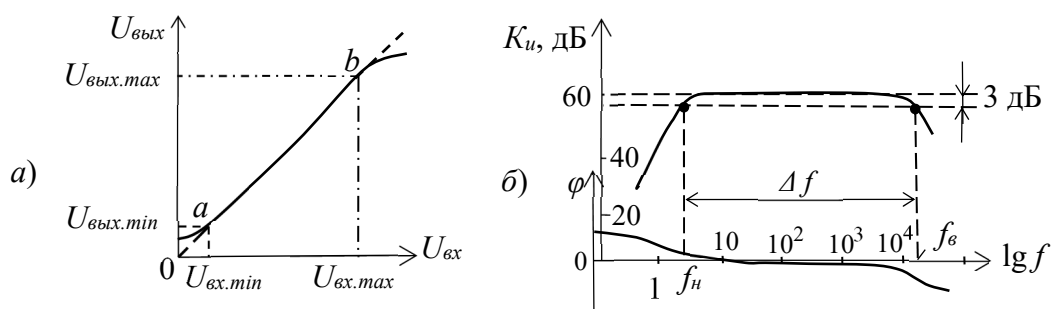
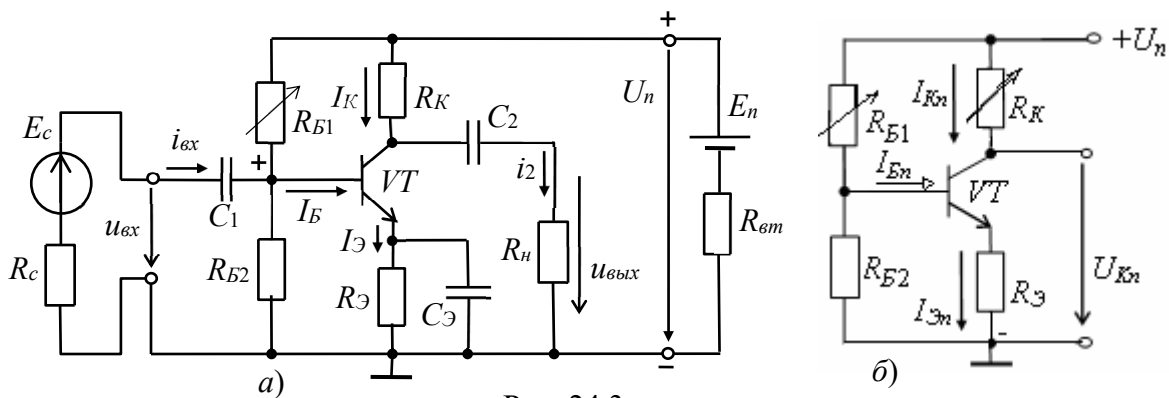
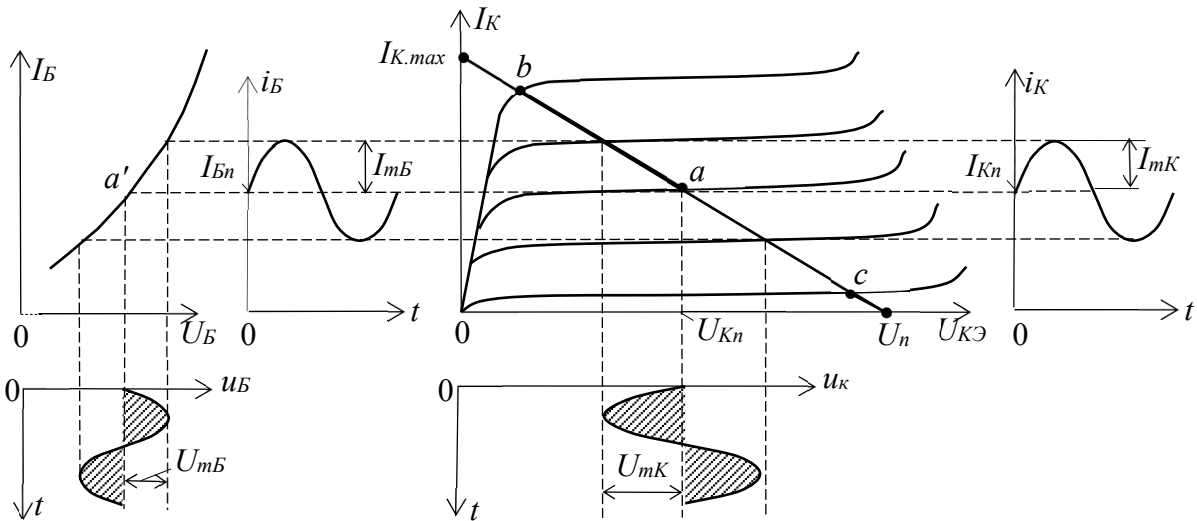
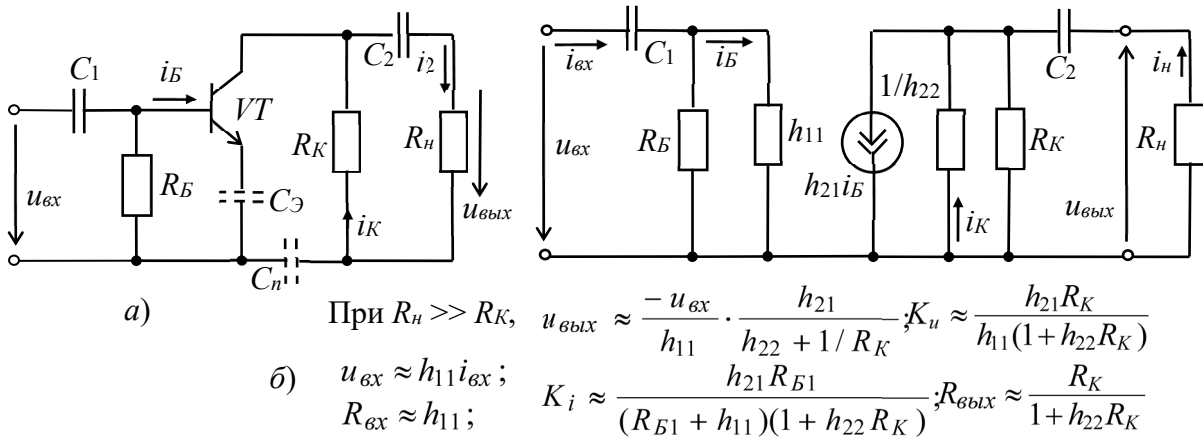

Рис. 24.2
Рис. 24.3
Рис. 24.4
Рис. 24.5
Важнейшими характеристиками усилителя являются амплитудная и частотные. *Амплитудная характеристика* (рис. 24.2, а) – это зависимость амплитуды (или действующего значения) выходного напряжения от амплитуды (или действующего значения) входного синусоидального напряжения, т. е.  $U_{вых} = f(U_{вх})$ , где  $u_{вх} = U_m \sin \omega t$ ,  $U_m = var$ ;  $\omega = const$ .
*Динамическим диапазоном* усилителя в децибелах называют отношение максимального значения входного напряжения к минимальному на линейном участке *ab* амплитудной характеристики (см. рис. 24.2, а):
Обычно АЧХ строят на двойной логарифмической сетке: по оси ординат откладывают значения  $K_u$  в децибелах, а по оси абсцисс – частоты в логарифмическом масштабе, однако около делений записывают значения частот без логарифма (рис. 24.2, б).
*Фазочастотная характеристика  $\varphi(f)$*  – это зависимость угла сдвига фаз  $\varphi$  между выходным и входным напряжениями усилителя от частоты (см. рис. 24.2, б). Фазовые искажения в усилителе отсутствуют, когда фазовый сдвиг  $\varphi$  линейно зависит от частоты.
Одним из наиболее распространённых усилителей на биполярных транзисторах является усилитель с *общим эмиттером (ОЭ)*. В этом усилителе эмиттер является общим электродом для входной и выходной цепей (рис. 24.3, а). Входное напряжение  $u_{\text{вх}}$  от источника сигнала  $E_c$  с внутренним сопротивлением  $R_c$  подаётся на усиливаемый каскад на биполярном транзисторе  $VT$  через конденсатор связи  $C_1$ , предотвращающий прохождение постоянной составляющей тока от источника сигнала. Усиленное выходное напряжение подаётся на нагрузку  $R_n$  через разделительный конденсатор  $C_2$ , т. е. подаётся только переменная составляющая напряжения  $u_{\text{вых}}$ .
Для удобства анализа работы усилителя отдельно рассматривают его схемы замещения по постоянному (рис. 24.3, б) и переменному току (рис. 24.5). В режиме работы усилителя по *постоянному току* для получения наименьших нелинейных искажений усиливаемого сигнала рабочую точку  $a$  (рис. 24.4) выбирают посередине рабочего участка  $bc$  линии нагрузки по постоянному току, описываемой уравнением
пренебрегают также внутренним сопротивлением  $R_{эм}$  и ёмкостью  $C_n$  источника питания, т. е. источник питания в схеме замещения замыкают накоротко (рис. 24.5, а).
При подаче на вход усилителя *переменного напряжения*  $u_{вх}$  происходит изменение тока базы  $i_B$ , тока коллектора  $i_K$  и напряжения на коллекторе  $u_K = U_n - R_K i_K$  (см. рис. 24.4). Амплитуда переменного коллекторного тока  $I_{mK}$  примерно в  $h_{21}$  раз больше амплитуды тока базы  $I_{mB}$ , а амплитуда коллекторного напряжения  $U_{mK}$  во много раз больше амплитуды входного напряжения. Таким образом, в схеме усилителя с ОЭ усиливается ток и напряжение входного сигнала.
Пользуясь графиками, изображенными на рис. 24.4, нетрудно определить входное сопротивление и коэффициенты усиления каскада:
Обычно рассмотренный тип усилительного каскада работает в режиме усиления слабых сигналов (постоянные составляющие тока базы и коллектора существенно превосходят аналогичные переменные составляющие). Эти особенности позволяют использовать аналитические методы расчета параметров усилительного каскада на низких частотах по известным  $h$ -параметрам транзистора (рис. 24.5, б), полагая, что транзистор работает в линейном режиме. При этом сигнал, поданный на вход усилителя, практически не искажается (по форме) на его выходе.
Наличие в усилителе ёмкостей  $C_1$  и  $C_2$  (см. рис. 24.3, а) приводит к частотным искажениям усиливаемых сигналов в области нижних частот: с уменьшением частоты входного сигнала увеличивается сопротивление конденсатора  $X_{C1} = 1/\omega C_1$ , падение напряжения  $u_{C1}$  на нем, следовательно, снижается входное  $u_{вх}$  и выходное  $u_{вых}$  напряжения. Это приводит к уменьшению коэффициента усиления  $K_u$  с уменьшением частоты (см. рис. 24.2, б), а наличие в усилителе междуэлектродных ёмкостей транзистора и монтажных ёмкостей приводит к возникновению частотных искажений усиливаемых сигналов в области высоких частот. С учётом ёмкости  $C_K$  коллекторного  $p$ - $n$ -перехода, условно включаемой
**1.3.** Используя графики амплитудных характеристик, **определить** динамический диапазон  $D$  усилителя (см. рис. 24.2, *a*) и коэффициенты усиления по напряжению  $K_u$  при сопротивлениях  $R_s = 0$ ,  $R_n = 1$  МОм и при  $R_s = 100$  Ом,  $R_n = 1$  кОм.